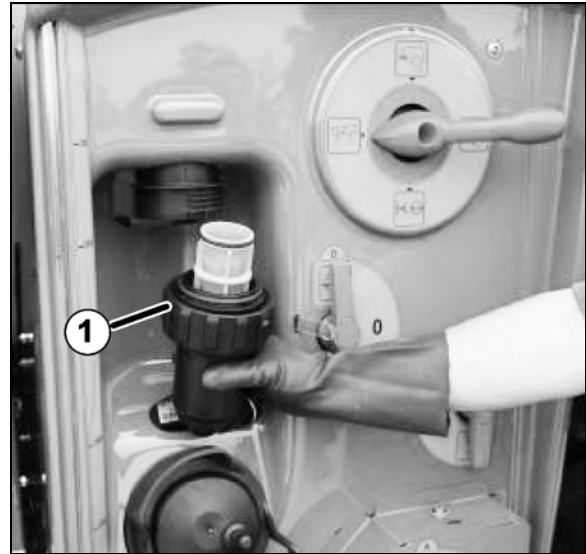

Bild 136
2. Ta bort tryckfiltret (Bild 136/1) och rengör det med vatten.